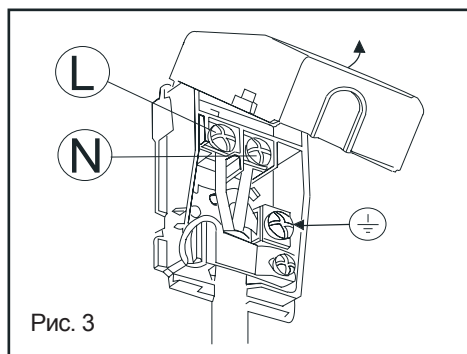

Рис. 3
- присоединить кабель питания к клеммной колодке духового шкафа (рис. 3), оставляя провод заземления на 3 см. длиннее активных проводов (фаза/ноль).